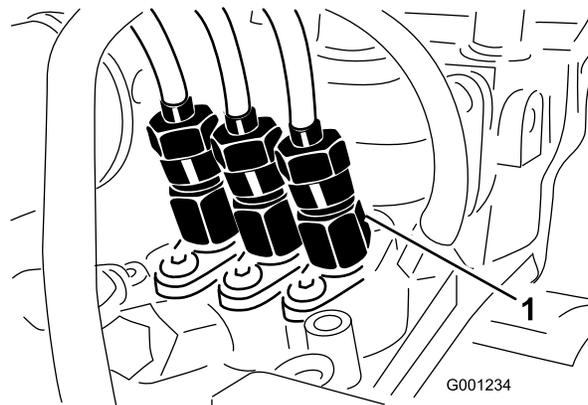

Figura 51
1. Allentate l'attacco del tubo con l'assieme del supporto e dell'ugello dell'iniettore n. 1 sulla pompa di iniezione (Figura 51).